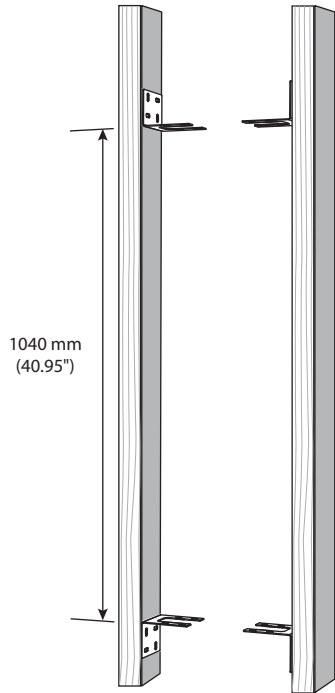

Fig. 1 Instale os suportes nas vigas da parede
3. Instale os quatro suportes nas vigas da parede e certifique-se de que a distância entre os suportes superior e inferior é a mostrada na Fig. 1.